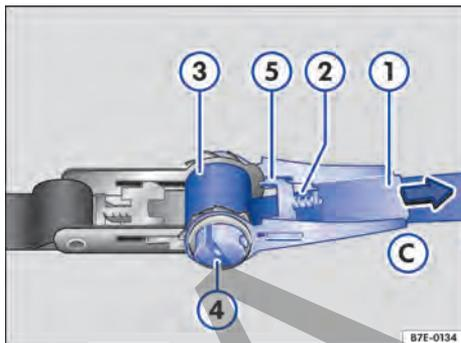

Fig. 131 Apretar la cinta con carraca.
- Presione el seguro → fig. 131 ② hacia fuera.
- Mueva la palanca → fig. 131 ① a la posición ③ hasta que el seguro ② encastre en la posición final ⑤. El eje ranurado ④ está desbloqueado.